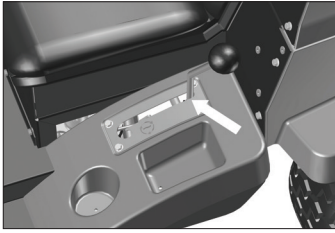

Fig. 15
1. Desligue o conjunto de corte, caso se encontre ligado [Fig. 15, pág. 07].